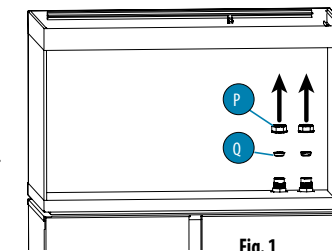

Fig. 1
1. Skru proppen (P) ud manuelt, og tag proppen (Q) ud af åbningen (O) (fig. 1). **VIGTIGT: Opbevare propperne (P) og (Q) for eventuel fremtidig brug.**
1. Skru proppen (P) ud manuelt, og tag proppen (Q) ud af åbningen (I) (fig. 1). **VIGTIGT: Opbevare propperne (P) og (Q) for eventuel fremtidig brug.**